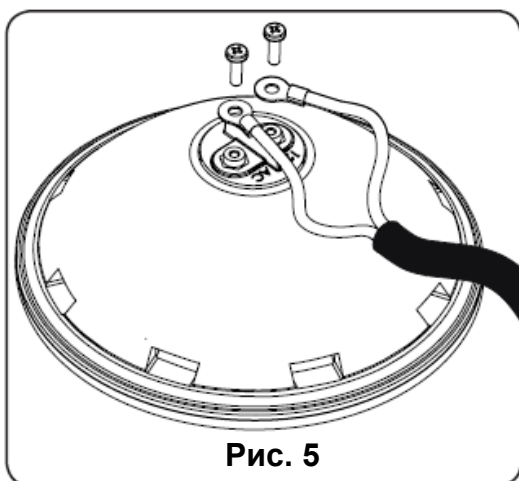

Рис. 5
5. Поместите LED-лампу PAR56, электрически подсоединив ее с помощью двух соединительных винтов (Рис. 5).